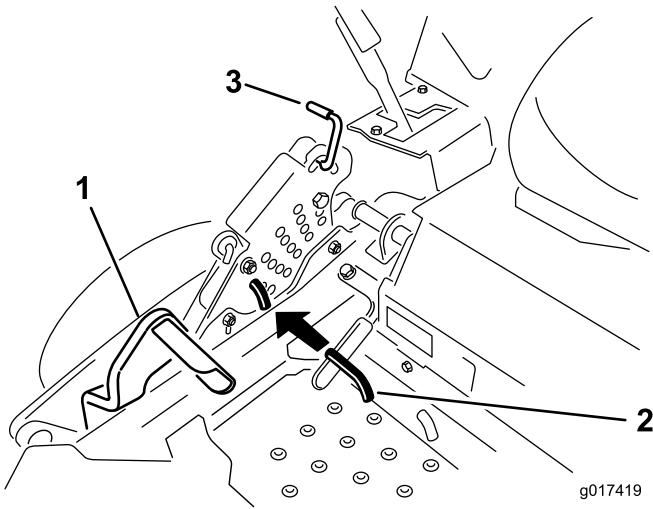

Bild 69
- Drücken Sie das Mähwerkhubpedal ganz nach vorne; das Mähwerk rastet in der 14-cm-Transportstellung ein (Bild 69).